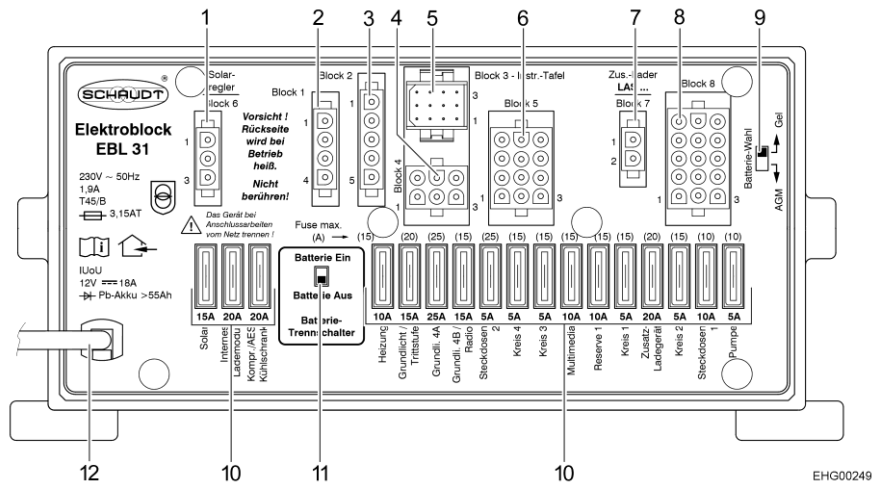

Bild 66 El-block (EBL 31)
- ▷ För alla elektriska 12 V-förbrukare från spänningsförsörjningen och för att undvika urladdning av bodelsbatteriet, ställ in batteri-brytaren (Bild 66,11) på el-blocket på "Batterie Aus" (batteri från).
- ▷ Förbrukare som laddare, laddningsregulator för solpanel, panel och liknande förbrukar ström från batteriet, även då huvudbrytaren 12 V på panelen (Bild 67,6) är fränkopplad. Därför bör du ställa batteri-brytaren (Bild 66,11) på el-blocket på "Batterie Aus" (batteri från) om fordonet inte ska användas under en längre tid.